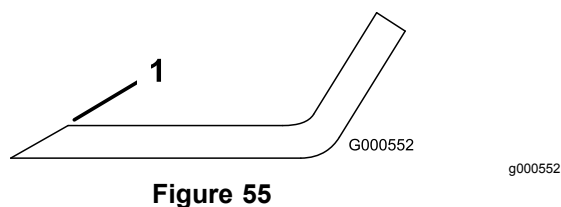

Figure 55
1. Au moyen d'une lime, aigüez les tranchants aux deux extrémités de la lame (Figure 55).
**Remarque:** Si la lame est déséquilibrée, limez un peu l'extrémité de la partie relevée seulement (Figure 55).